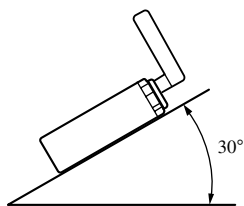

Fig. 9
- Se l'angolo di installazione supera i  $30^\circ$  rispetto alla posizione orizzontale, l'apparecchio potrebbe non fornire prestazioni ottimali. (Fig. 9)